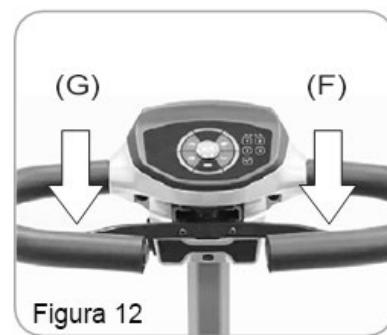

Figura 12
- Tirare l'acceleratore destro (F) per far spostare lo scooter in avanti. Tirare l'acceleratore sinistro(G) per far spostare lo scooter all'indietro. Queste funzioni possono essere invertite dal rivenditore locale. Figura 12